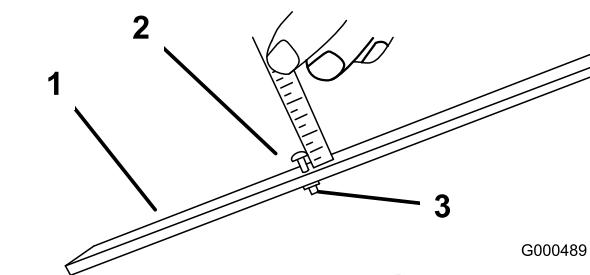

Figura 9
2. Afloje la tuerca de la barra de ajuste y ajuste el perno de ajuste de la altura para la altura de corte deseada (Figura 9). La distancia entre la parte inferior de la cabeza del perno y la cara de la barra es la altura de corte.